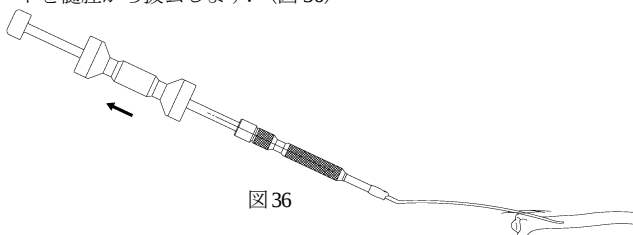

図 36
- 4) 橈骨ロッドインパクトを把持し抜去用ラージスライドハンマー又はスライドハンマーに打撃を与えながら、橈骨ロッキングロッドを髓腔から抜去します。(図 36)